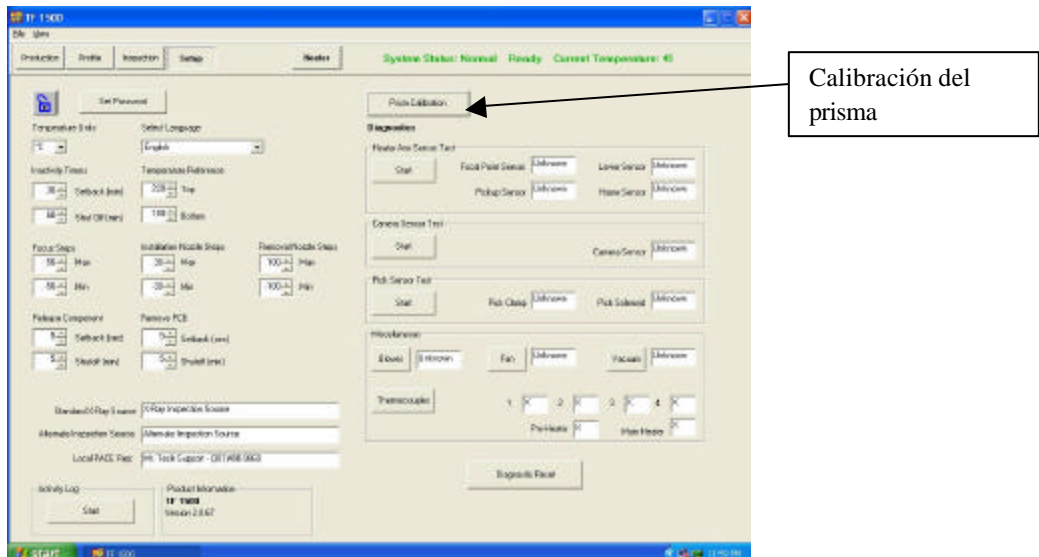

Figura 8
- i. Seleccione la pantalla de configuración. (Figura 8)